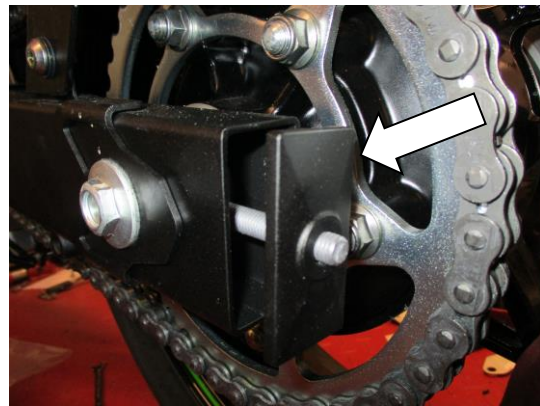

ABBILDUNG 2
- Entfernen Sie den original Verstellblock wie in Abbildung 2 gekennzeichnet.